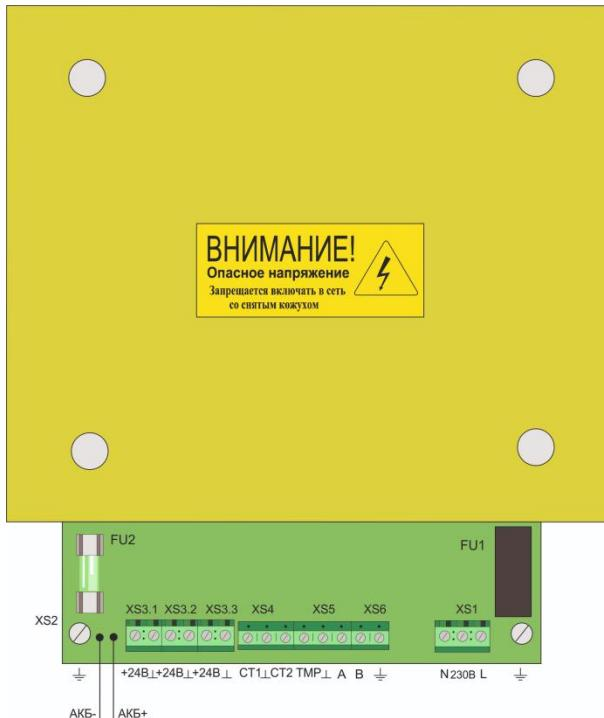

Рис.3
При подключении клемм СТ1 и СТ2 (см. таблицу 3 и рисунок 3) путем размыкания данных контактов относительно контакта « \perp » ББП формирует сигналы на внешние устройства об отсутствии электрической сети переменного тока 230 В и разряде АКБ,
6. При необходимости дистанционного контроля состояний отсутствия электрической сети переменного тока 230 В и разряда АКБ подключите клеммы СТ1 и СТ2 (см. таблицу 3 и рисунок 3) к соответствующим устройствам.